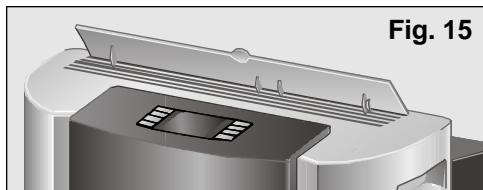

Fig. 15
- Als de onderdelen te lang zijn, kunt u van één van hen een stuk afsnijden om het aan te passen aan de maat van de muur Fig. 15.